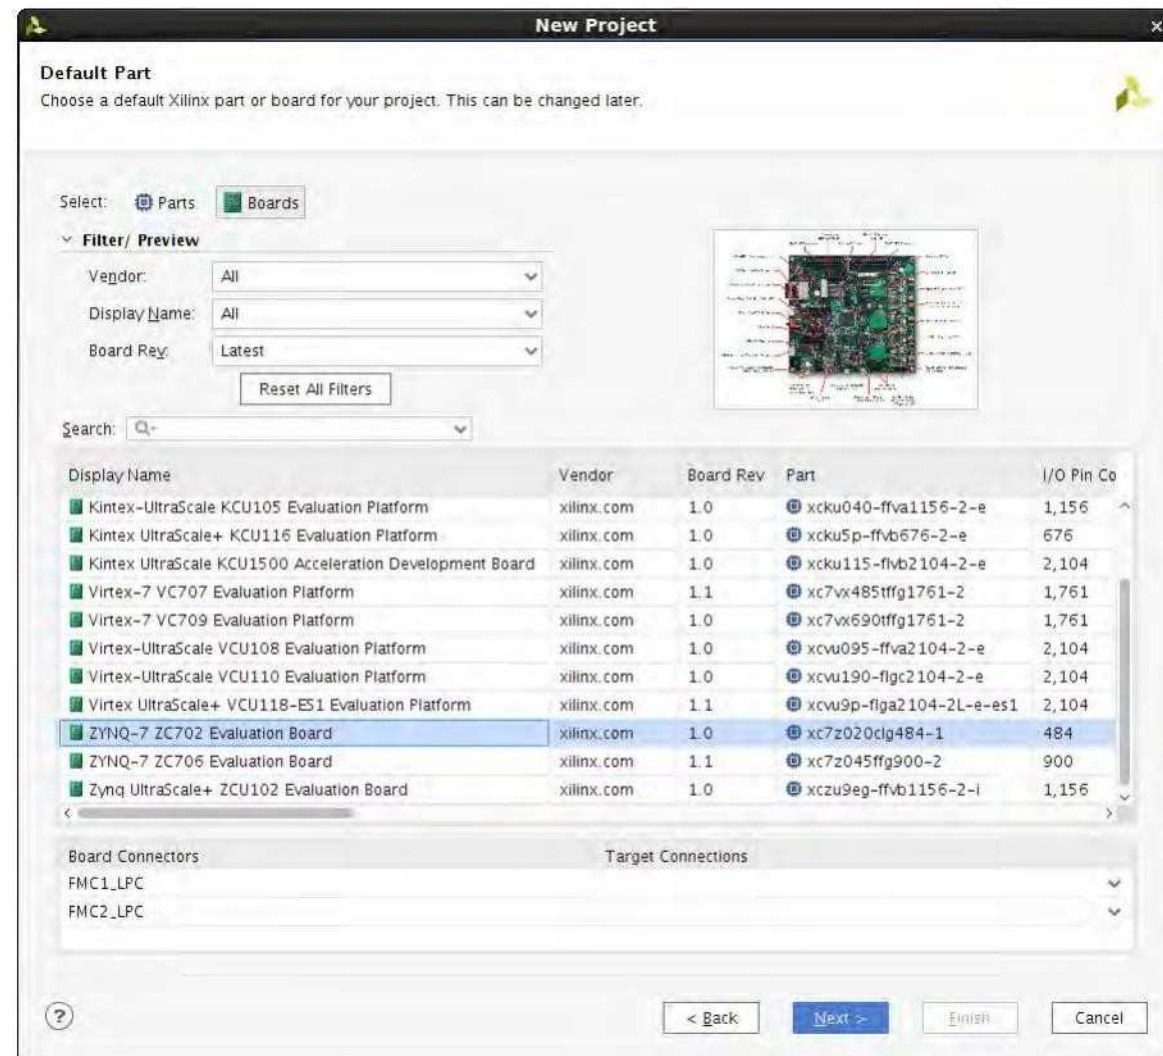

图 9-4: Vivado 项目规范
6. 在默认的 Part 页面，在 specific 下，点击 Boards，选择 ZYNQ-7 ZC702 Evaluation Board，如图 9-4 所示，然后按 Next。